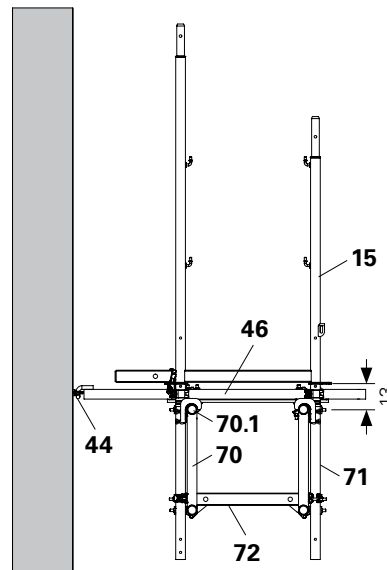

Abb. D4.08
1. Die Gerüstrohre (75) mit Drehkupplungen (49) an beiden Obergurten (70.1) der Gitterträger montieren.
2. Gerüsthalter UWT an Ringschraube UFE (44) einhängen.
3. Die Gerüsthalter UWT (46) mit Normkupplungen an beiden Vertikalstielen des Basisrahmens (15) montieren. (Abb. D4.08 – D4.10)